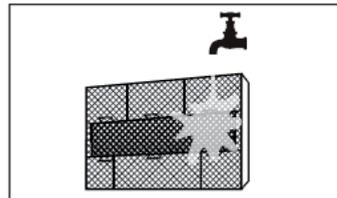

fig. 18 -
5. Lave los filtros principales con agua o límpielos con una aspiradora "fig. 18 -". Permita que los filtros se sequen por completo sin exposición a la luz solar directa.